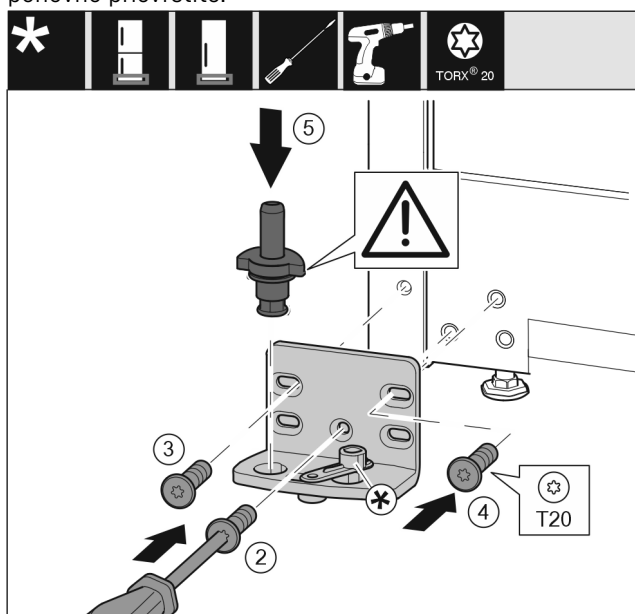

Fig. 17
- Postavite podložak ležaja na drugu stranu i pritegnite ga odvijačem. Započnite s vijkom Fig. 17 (2) dolje u sredini.
- Pritegnite vijak Fig. 17 (3) i vijak Fig. 17 (4).
- Potpuno umetnite podložak ležaja Fig. 17 (5). Pritom se pobrinite za to da je uskočna izbočina okrenuta prema natrag.